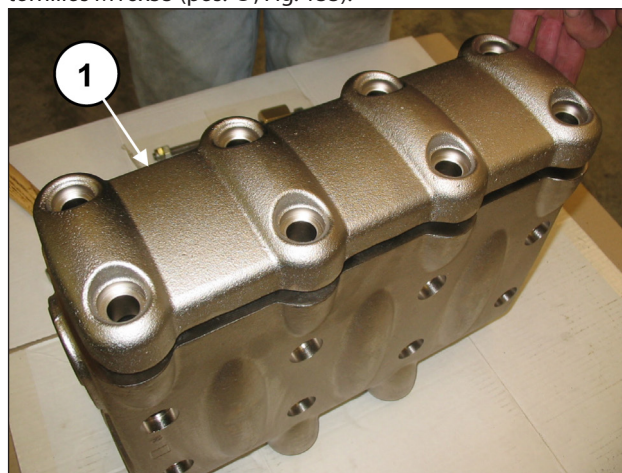
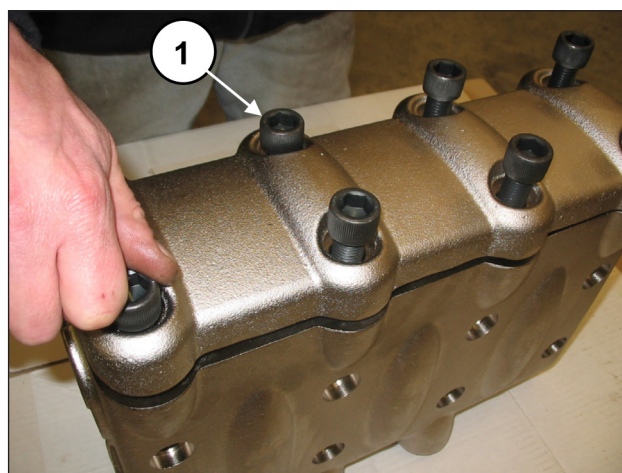

Fig. 132
Fig. 133
Al terminar de montar los grupos y el tapón de la válvula, aplicar la tapa de las válvulas (pos. ①, Fig. 132) y apretar los 8 tornillos M16x55 (pos. ①, Fig. 133).